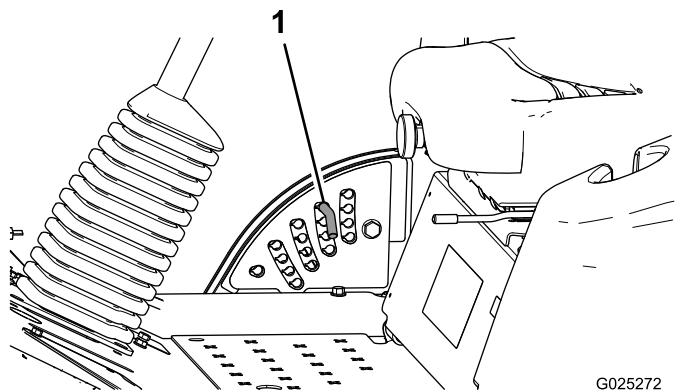

Рисунок 7
- Поверните стопорный штифт так, чтобы его выступы совпали с прорезями в отверстиях кронштейна высоты скашивания, и извлеките штифт (Рисунок 7).
нажимая на него, поверните до фиксации в отверстии (Рисунок 7).
**Примечание:** В кронштейне есть четыре ряда отверстий (Рисунок 7). Верхний ряд обеспечивает высоту скашивания, указанную над штифтом. Второй ряд обеспечивает указанную высоту скашивания плюс 6 мм. Третий ряд обеспечивает указанную высоту скашивания плюс 12 мм. Нижний ряд обеспечивает указанную высоту скашивания, плюс 18 мм. Для положения 127 мм есть только одно отверстие, расположенное во втором ряду. Это положение соответствует высоте скашивания 127 мм, и 6 мм к нему не добавляется.